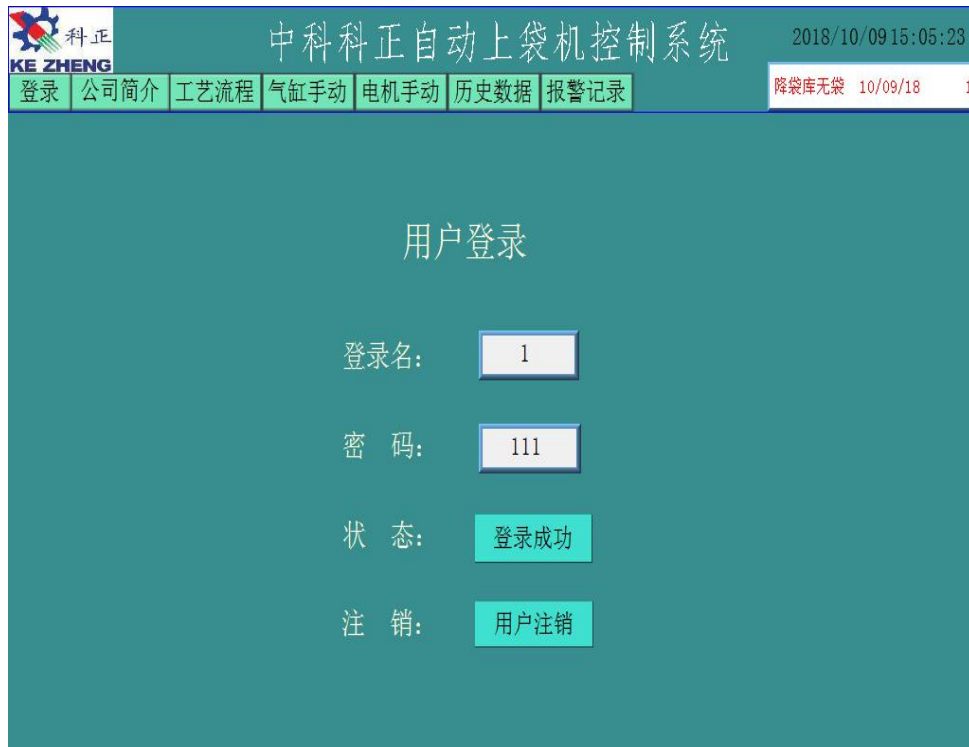

图3
3. 12.2 操作前准备工作，系统操作前首先登录触摸屏系统，用户名为“1”密码“111”输入正确密码后触摸屏状态栏会提升登录成功如图 3 所示。点击触摸屏界面查看“报警记录”，查看有没有异常报警如图 4 所示，在“报警画面”中，出现的报警红色字体提示。